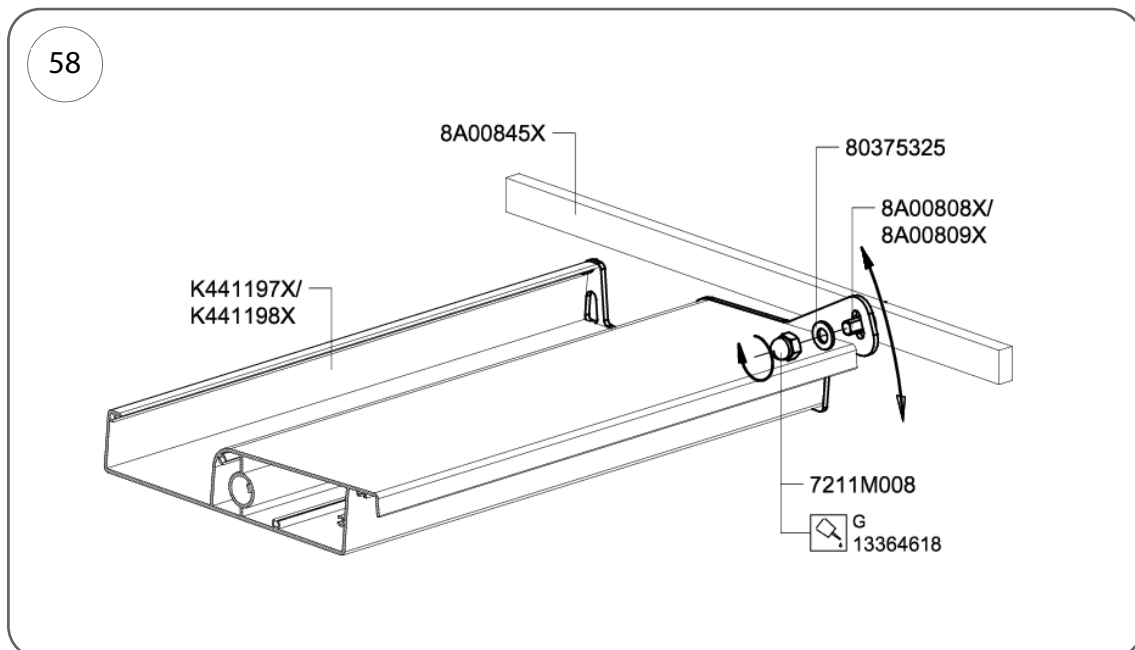

Fig. 58
4. In posizione completamente chiusa, verificare che i profili delle lamelle si incastrino correttamente. Correggere eventuali irregolarità del tetto utilizzando il sistema di regolazione mostrato nella Fig. 58. Una volta posizionato il tetto, fissare le lamelle serrando il dado di bloccaggio (cod. art. 7211M008). Rivestire la filettatura con sigillante per filettature, cod. art. 13364618.